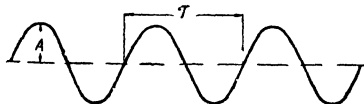

Рис. 4. Кривая напряжения переменного тока.
**Л.** — Да, если тебе так нравится... Но представь себе, что какая-то электрическая машина (генератор переменного тока) или другое какое-либо устройство периодически меняет полярность на концах проводника. Каждый конец поочередно становится положительным, затем его потенциал уменьшается, приближается к нулю и становится отрицательным. Достигнув максимума, он уменьшается, снова приближается к нулю, становится положительным, увеличивается, проходит через максимум, называемый а м п л и т у д о й, и все начинается сначала (рис. 4).